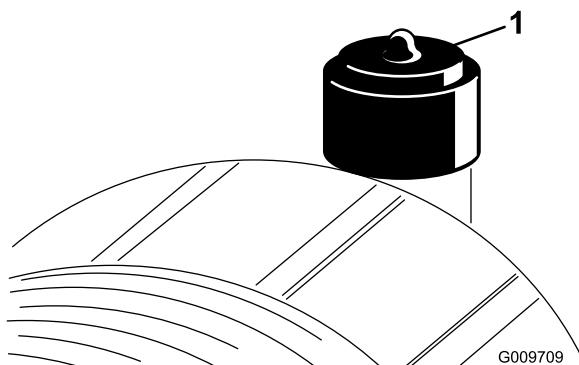

Рисунок 46
Обслуживание фильтра воздухоочистителя следует производить только тогда, когда этого требует индикатор технического обслуживания (Рисунок 46). Более частая замена воздушного фильтра (без необходимости) ведет лишь к повышению вероятности попадания грязи в двигатель при снятии фильтра.
- Сбросьте показание индикатора (Рисунок 46) при наличии сигнала красного цвета.